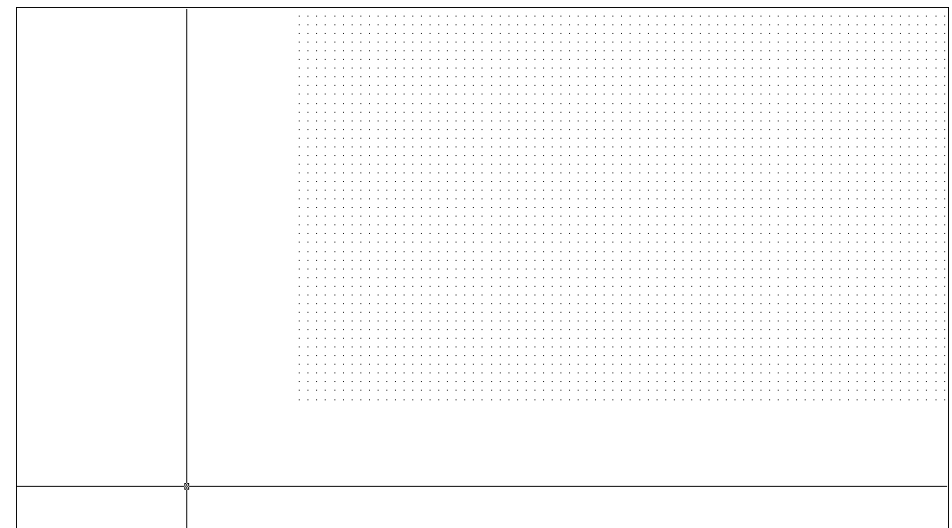

Рис. 3.6 ▼ Сетка после увеличения границ чертежа
- Как только вы введете координаты правого верхнего угла, сетка существенно увеличится в размере, выйдя за пределы области черчения (рис. 3.6). Как вы уже знаете, для того, чтобы увидеть всю сетку, нужно увеличить масштаб изображения. Для этого можно воспользоваться инструментами **Уменьшить** (Zoom In) или **Зумировать в границах** (Zoom Extents), но мы в этот раз для применим инструмент **Зумировать все** (Zoom All).